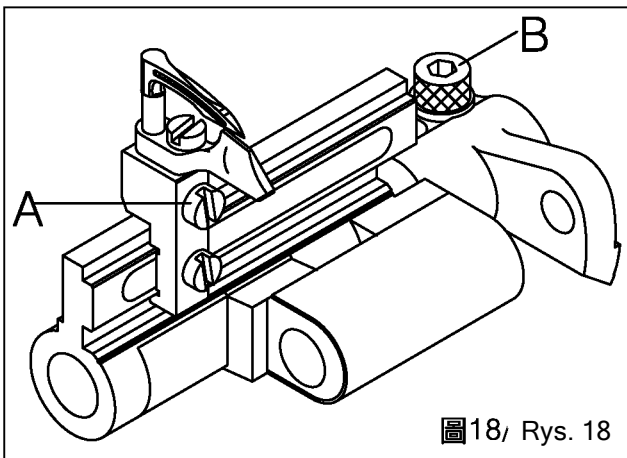
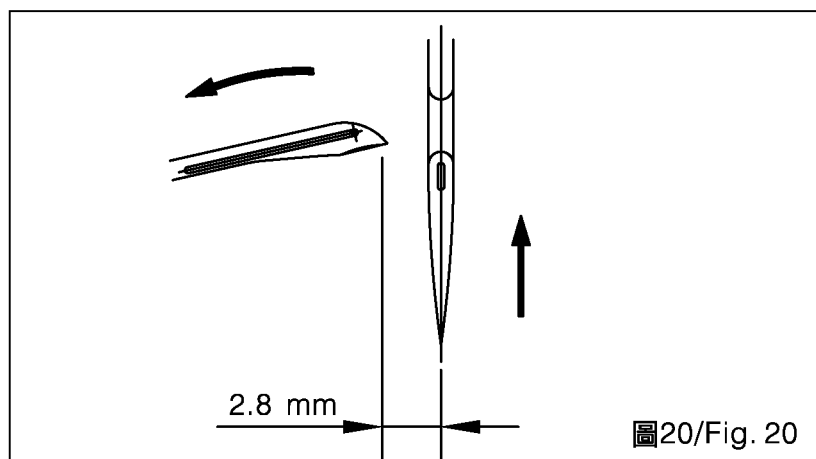

图18/ Rys. 18
图20/ Fig. 20
1. Umieścić chwytacz całkowicie w uchwycie i nieznacznie go przykręcić. (Rys. 18)
Gdy igła znajduje się w dolnym punkcie zwrotnym, odległość od wierzchołka chwytacza do linii środkowej igły wynosi 2.8 mm (Rys. 20). W celu wyregulowania chwytacza należy odkręcić śrubę B pręta napędowego gniazda chwytacza, wyregulować gniazdo chwytacza w obie strony, a następnie ponownie dokręcić śrubę B (Patrz Rys. 18).